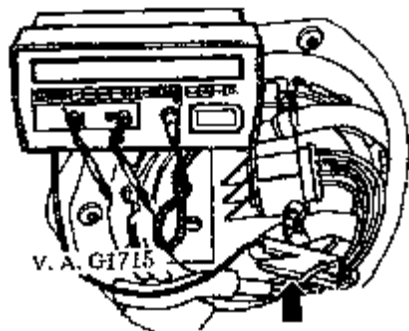

图 4-186 连接万用表
(8) 若达到最小输油量, 应更换燃油滤清器; 若仍未到最小输油量, 应拆下供油单元, 检查集滤器是否脏污及堵塞。若至此仍未查出故障, 说明燃油泵失效, 应更换供油单元。若达到规定输油量, 但仍怀疑供油系统存在故障(例如间断输油), 应按下述方法检查燃油泵电流: 接上所有断开的油管, 用装于绝缘护套内绿/黄色导线线夹连接万用表 V.A.G1715 (图 4-186)。起动发动机, 怠速运转, 测量油泵电流, 其规定值应不大于 8A。若电流超过规定值, 说明燃油泵失效, 应更换供油单元。